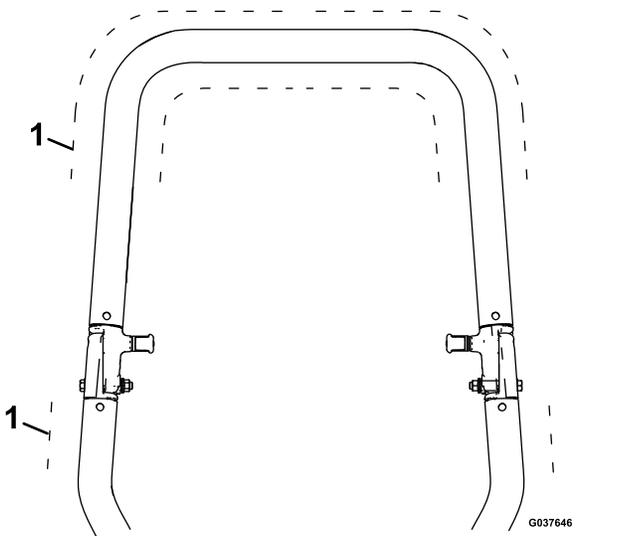

Figura 1
2. Prenda a braçadeira de tubos à barra de segurança no local desejado (Figura 1).